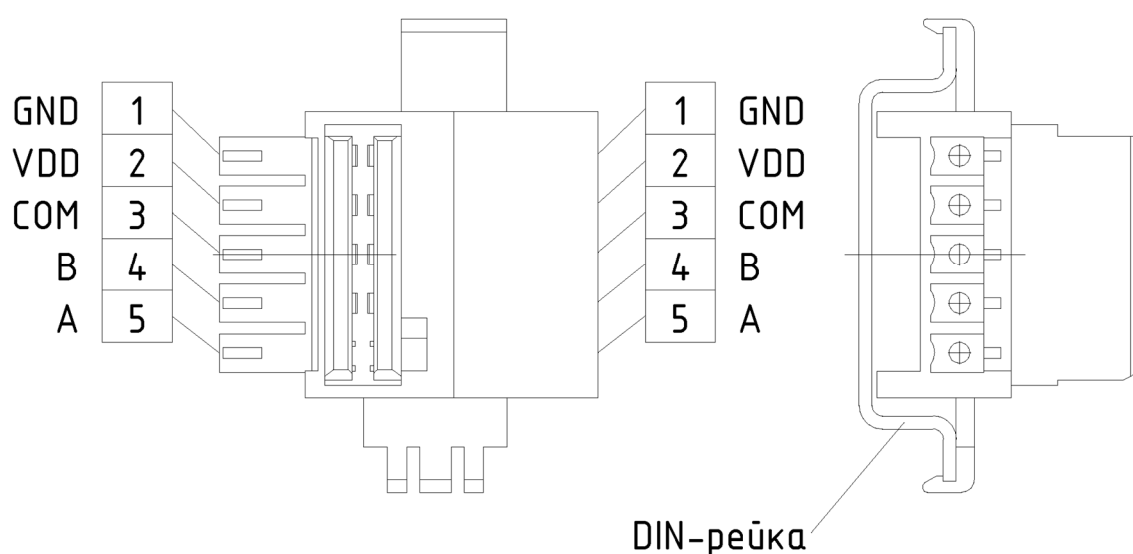

Рисунок 1 - Шина TBUS
Шина TBUS (рисунок 1) отвечает за питание и обмен данными между модулями и процессорным модулем, представлена 5-ти контактным клеммным соединителем, крепящимся на DIN-рейку, поверх которого устанавливается модуль.
2.2.2.1 Питание модуля следует осуществлять от локального блока питания подходящей мощности, установленного совместно с модулем в шкафу электрооборудования. Во внешней цепи блока питания рекомендуется установить выключатель, обеспечивающий отключение модуля от сети. Подключение питания осуществляется через шину TBUS (см. рисунок 1).